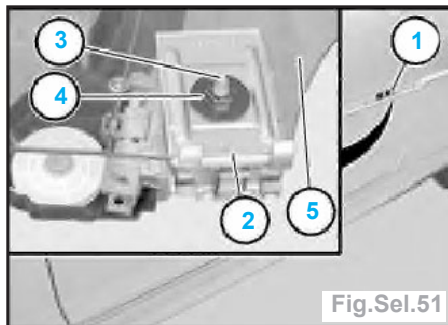

Fig.Sel.51
- Régler la précontrainte en décalant l'excentrique (1) à l'intérieur du guide (2) du patin AR (3).
- Introduire l'outil spécial 41 6 120 dans le trou AR (1) de la porte AV (fig.Sel.51).
- Tourner la vis Torx (3) de 180° vers la gauche puis agir sur la vis de réglage (4) jusqu'à ce que celle-ci devienne dure.